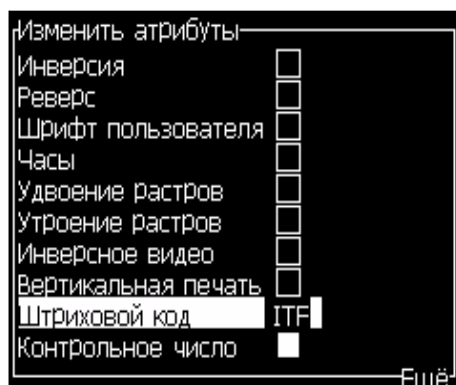

Рисунок 5-41: Выбор типа штрих-кода
- 2 Нажмите кнопку “F3” или “ALT” + “E”, и выберите функцию “In-line Attributes” (атрибуты на одной строке) для открытия окна “Editor Attributes” (редактор атрибутов) (Рисунок 5-41 на странице 5-55).